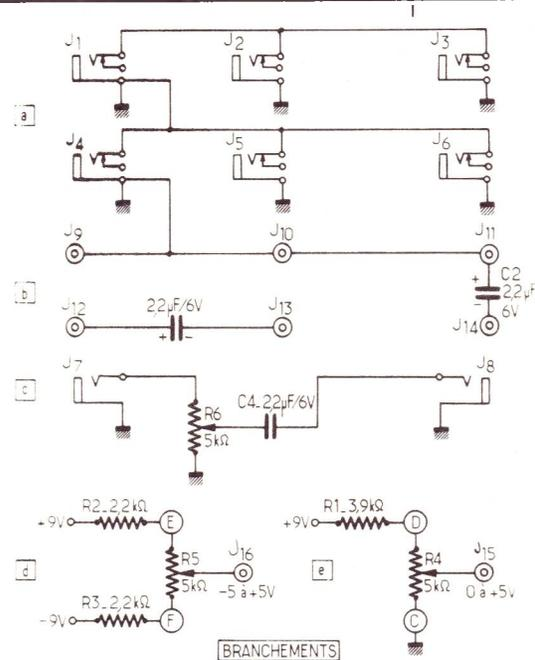
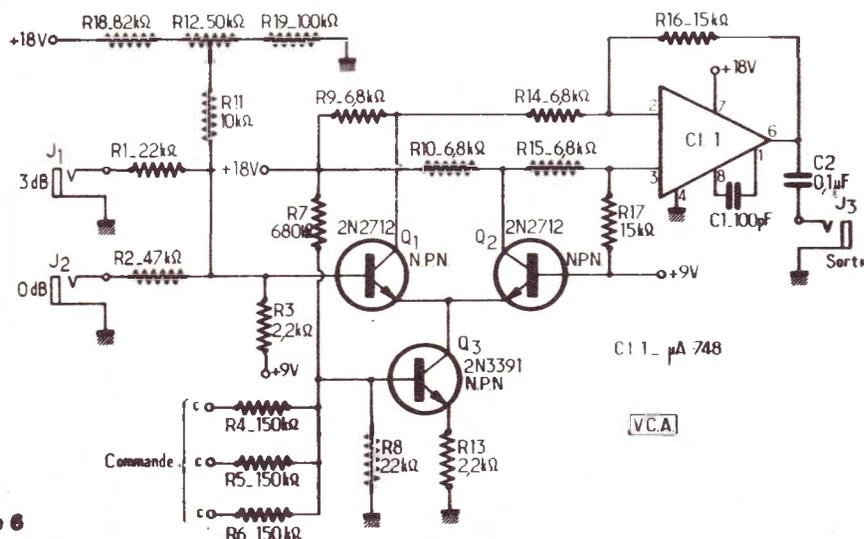
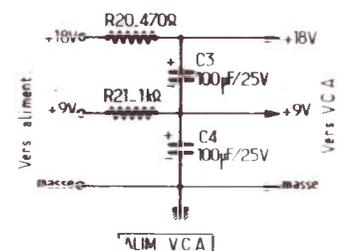
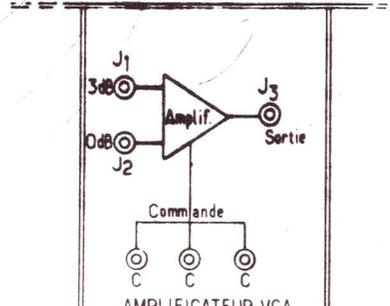

Figure 2
Figure 6
Figure 7
Figure 13
Voici à la **figure 2**, un ensemble de petits schémas représentant des circuits de branchement dont l'utilité se manifestera par la suite.
La mise au point des alimentations ne donnera lieu à aucune difficulté. On pourra, par exemple, brancher les points de sortie + 9 V et - 9 V aux circuits d et e de la figure 2 et s'assurer, en agissant sur les potentiomètres R₁, R₂ et R₃, que les tensions de 5 V réglables peuvent être obtenues aux sorties de jacks J₁₀ et J₁₃.
L'amplificateur à commande de gain par une tension est représenté par le schéma de la **figure 6**.
A la **figure 7** on donne le schéma du circuit de filtrage des tensions $+18\text{ V}$ et $+9\text{ V}$. Les points de gauche seront connectés à l'alimentation aux points de même nom. Les points de droite seront branchés aux points $+18\text{ V}$ et $+9\text{ V}$ correspondants de l'amplificateur VCA de la figure 6.
La tension à appliquer à un des trois points sera variable entre zéro et 5 V . Tension que l'on prélèvera sur le petit montage de la figure 2 (e). On connectera le point $+9\text{ V}$ de ce montage au $+9\text{ V}$ de l'alimentation et l'entrée sur la résistance R_1 de $150\text{ k}\Omega$ (fig. 6) au point j_1 , sans oublier de relier ensemble les masses.
On aura $+5\text{ V}$ avec le curseur en (D) et zéro volt avec le curseur à la masse. On vérifiera qu'il y a bien variation de gain en appliquant un signal BF à une entrée j_1 ou j_2 du VCA de la figure 6.
Passons ensuite à l'amplificateur VCA de la figure 6, dont le panneau avant est montré à la figure 13.
Aucune commande variable n'est prévue pour ce module, celle d'équilibrage par R_{12} (voir figure 6) étant ajustable.